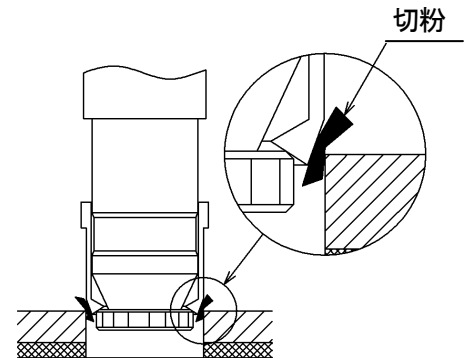

図 1
* 切粉の排出が十分でない場合、インサートコアと穿孔部の間に切粉がかみ、インサートコアの施工に不具合が生じる可能性がありますので注意して下さい。（図1）